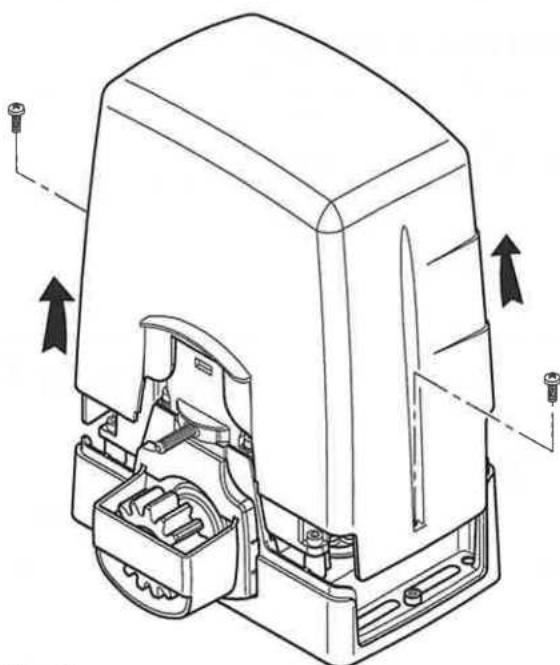
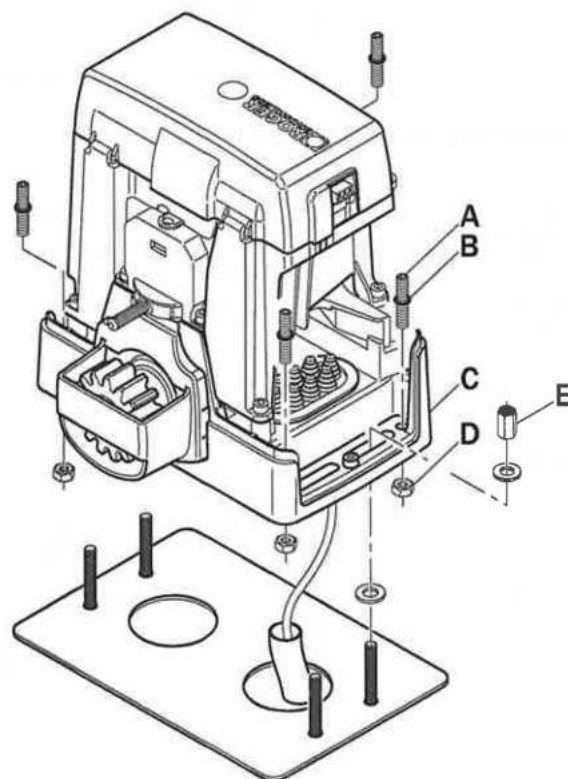

Fig. 1
Fig. 2
- Desenrosque os parafusos da tampa e retire-a puxando para cima, conforme indicado na fig. 1. Controle que os seis pés de nivelamento não saiam da base do moto-reductor.
- Introduzir as juntas circulares (B) em los parafusos M8x40 (A). Introduzir os parafusos nos cantos do motorreductor (C) e prendê-los com as porcas M8 (D).
- Posicione o BM30 nos 4 tirantes, conforme indicado na fig. 2. Se necessário, desenrosque as porcas da chapa de base.
- Apertar os espaçador M8 (E).